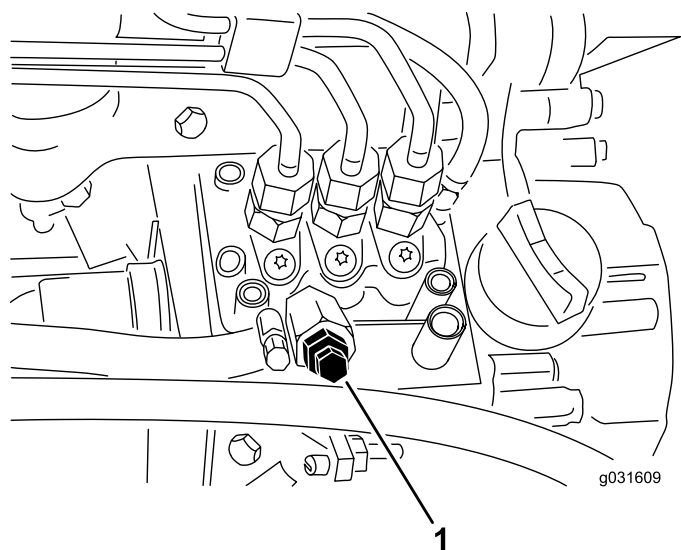

Рисунок 52
4. Выверните винт стравливания воздуха из насоса для впрыска топлива (Рисунок 52).